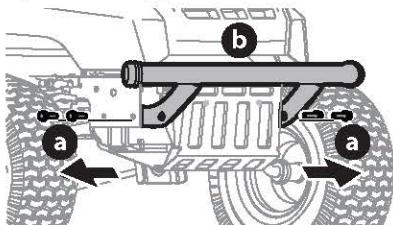

Figure 56
1. Retirez les quatre vis hexagonales (a) qui maintiennent le pare-chocs avant en place (Figure 56).